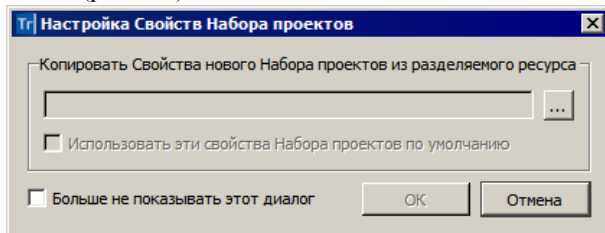

Рис. 3.2
После нажатия кнопки **OK** открывается диалог **Настройка Свойств Набора проектов** (рис. 3.2).
Если вами будут использоваться свойства набора проектов по умолчанию, то диалог можно закрыть или нажать кнопку **Отмена** (рис. 3.2).
Если установить флажок для параметра **Больше не показывать этот диалог** (рис. 3.2), то при следующих открытиях набора проектов выбор свойств НП для копирования будет недоступен.
**На заметку** *Если в диалоге настройки (рис. 3.2) после выбора сохраненных ранее СНП установить флажок для параметра **Использовать эти свойства Набора проектов по умолчанию**, то при следующем открытии НП требуемые свойства будут уже выбраны.*